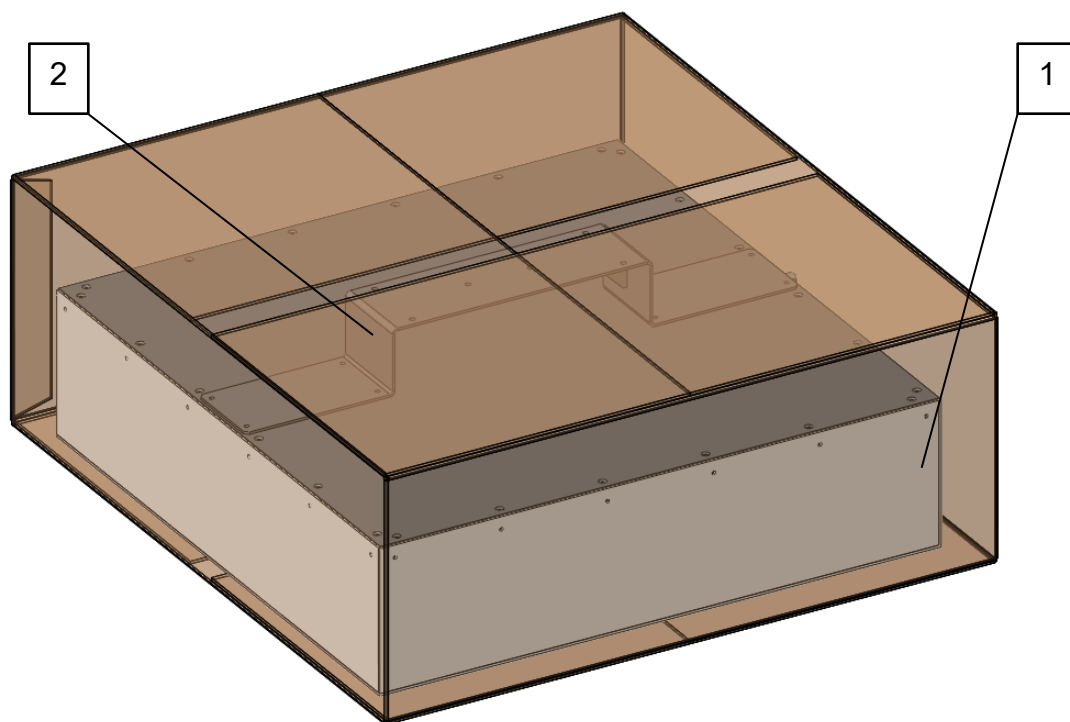

Рисунок 12 – Укладка короба из гофрокартона с антенной решеткой 4x4 и кронштейном монтажным АР
В короб из гофрокартона поз. 2 укладываются следующие составные части АС (см. рисунок 12):
- Антенная решетка 4x4 1300-1500 МГц ТИШЖ.464661.001 (поз.1 рис. 12);
- Кронштейн монтажный АР ТИШЖ.464661.001.30 (поз.2 рис. 12);
- Комплект крепежа для сборки АС (на рис. 12 не показан);
- Комплект ЭД (на рис. 12 не показан).